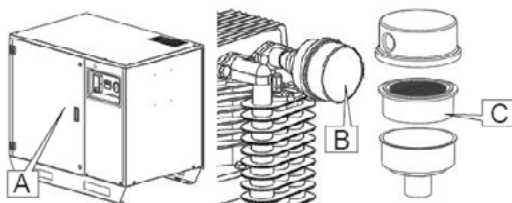

Fig. 13
- 3 Otworzyć drzwiczki za pomocą dołączonego klucza Poz. A Rys.13.
- 4 Odkręcić korek poz.B rys.13, wyjąć wkład i wymienić go na nowy.